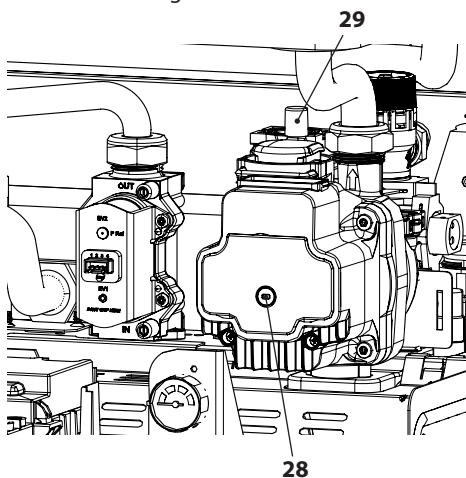

Figura 6.3
- Allentare il tappo della valvola di sfiato automatica 29 in Figura 6.3.
- Togliere il tappo 28 in Figura 6.3 e sbloccare la pompa ruotando il rotore con un cacciavite.